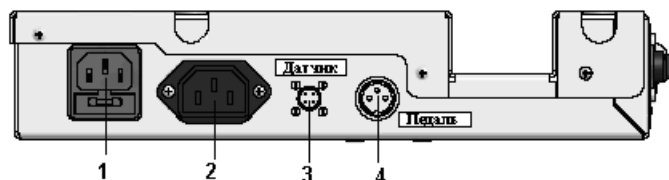
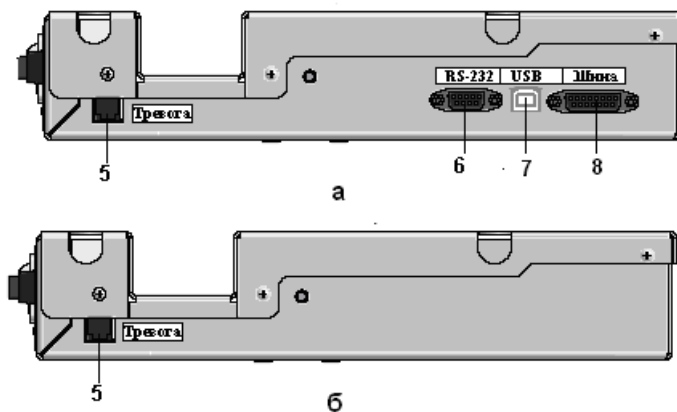

Рис. 7 Левая панель пульта управления КБ
Рис. 8 Правая панель пульта управления КБ (а – для версии 1.2, б- для версии 2.0)
На рисунках 7 и 8 представлены левая (Рис. 7 Левая панель пульта управления КБ) и правая (Рис. 8 Правая панель пульта управления КБ (а – для версии 1.2, б- для версии 2.0)) панели КБ с разъемами. Существуют две версии пульта управления кассового бокса:
1. Подключите сетевой кабель и следующие кабели устройств к КБ (см. Рис. 7 Левая панель пульта управления КБ):
- кабель питания КБ (1);
- кабель двигателя транспортера (2);
- кабель фотоэлементов транспортера (3);
- кабель педали транспортера (4);